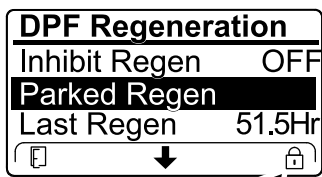

图24
- 如果发动机计算机请求恢复再生或正在处理恢复再生，向下滚动至 PARKED REGEN（驻车再生）选项，驻车再生锁定且锁定图标（图24）将显示在 InfoCenter（信息中心）右下角。